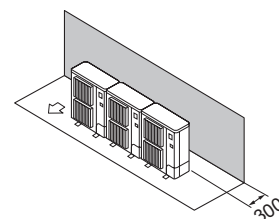

Fig. 2-12
- ① Csak hátul vannak akadályok (Fig. 2-12)